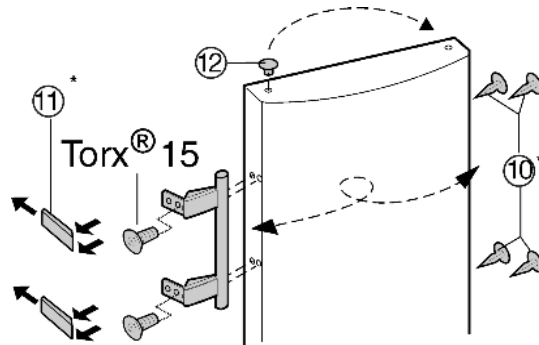

Fig. 7
- ▶ Wyciągnąć wkładkę Fig. 7 (12) z zawiasu drzwi i przełożyć na drugą stronę.
- ▶ Zdemontować uchwyt drzwi, zatyczki Fig. 7 (10) oraz płytkę dociskową Fig. 7 (11) i przełożyć je na przeciwną stronę.